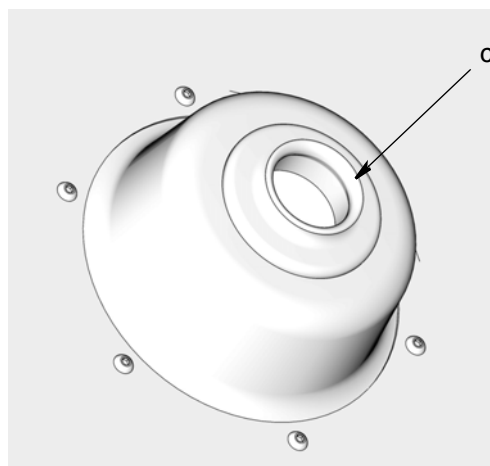

FIG. 7
- Examine el plato seguidor para asegurarse de que el ojal de caucho (c) esté en su posición en el centro de la placa (FIG. 7).